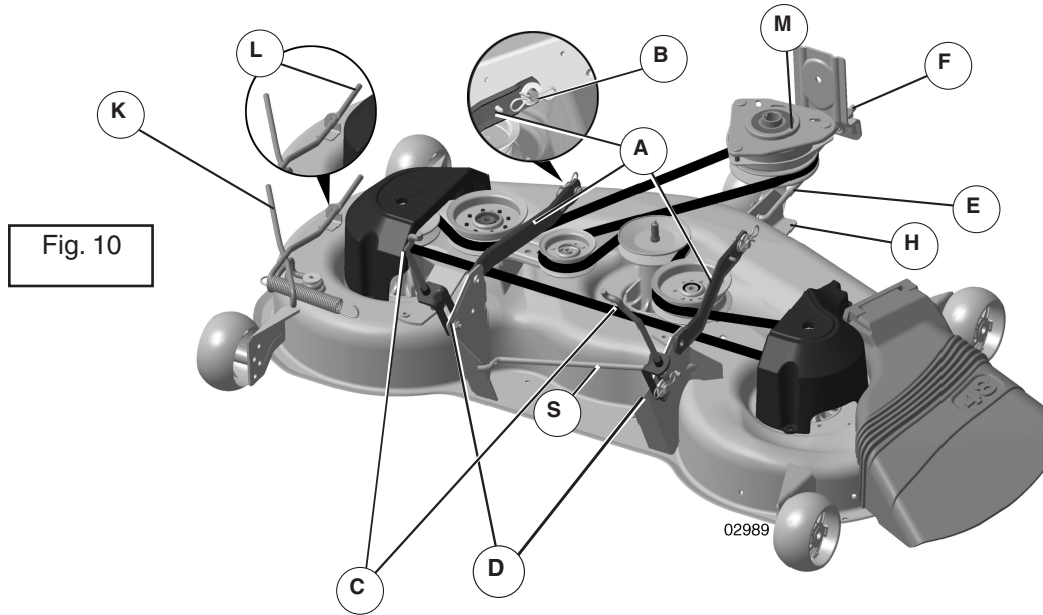

Fig. 10
- Insert other end of front link (E) into hole in front mower bracket (H) and secure with washer and small retainer spring (J).
- Disengage belt tension rod (K) from locking bracket (L) (Fig. 10).
- Engage belt tension rod (K) on locking bracket (L) (Fig. 10).
- Arbeiten Sie von der linken Seite des Traktors aus. Schieben Sie den Stab der Verbindungsgruppe (E) durch das vordere Loch im vorderen Hängebügel des Traktors (F) und befestigen Sie ihn mit einer großen Rückhaltefeder (G) durch das Loch in der Verbindung hinter dem Bügel.
- 12. Schieben Sie das andere Ende der vorderen Verbindung (E) in das Loch im vorderen Mäherbügel (H) und befestigen Sie es mit einer Beilagscheibe und einer kleinen Rückhaltefeder.
- 13. Lösen Sie den Riemenstanzstab (K) vom Sperrbügel (L) (Fig. 10).
15. Schieben Sie den Riemenstanzstab (K) in den Sperrbügel (L) ein (Fig. 10).
12. Introduisez l'autre extrémité de la connexion avant (E) dans le trou de l'équerre avant de la tondeuse (H) et fixez avec une rondelle et un petit ressort de retenue (J).
13. Libérez le tendeur de la courroie (K) de l'équerre de verrouillage (L) (Fig. 10).
15. Engagez le tendeur de la courroie (K) sur l'équerre de verrouillage (L) (Fig. 10).
12. Insertar otra parte terminal de la biela frontal (E) en el agujero en el soporte frontal del cortacésped (H) y afianzar con una arandela y un muelle de retención grande (J).
13. Desacoplar la varilla de tensión de la correa (K) del soporte de cierre (L) (Fig. 10).
15. Embragar la varilla de tensión de la correa (K) en soporte de cierre (L) (Fig. 10).
- Lavorare dal lato sinistro del trattore. Inserire l'estremità dell'asta del complessivo delle articolazioni (E) nel foro anteriore della staffa di sospensione anteriore del trattore (F), quindi bloccare inserendo la molla grande di fissaggio (G) nel foro dell'articolazione ubicata dietro la staffa.
12. Inserire l'altra estremità dell'articolazione anteriore (E) nel foro della staffa anteriore del rasoerba (H), quindi bloccare con la rondella e la molla piccola di fissaggio (J).
13. Disinnestare l'asta di tensionamento della cinghia (K) dalla staffa di bloccaggio (L) (Fig. 10).
15. Innestare l'asta di tensionamento della cinghia (K) sulla staffa di bloccaggio (L) (Fig. 10).
12. Steek het andere einde van de voorste koppeling (E) in het gat in de voorste beugel van de maaier (H) en bevestig met een sluitring en een kleine borgveer (J).
13. Ontkoppel de riemspanner (K) van de opsluitbeugel (L) (Fig. 10).
15. Koppel de riemspanner (K) op de opsluitbeugel (L) (Fig. 10).